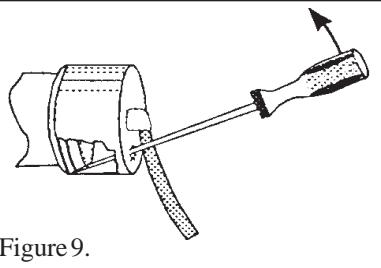

Figure 9.
- Ôtez le capuchon du cordon électrique en introduisant un tournevis à pointe plate dans l'orifice d'accès, comme le montre la figure 9, et en faisant levier vers le haut.
3. Retirez le capuchon du cordon électrique en introduisant un tournevis à pointe plate dans l'orifice d'accès et en faisant levier vers le haut (voir figure 9, Section IV).